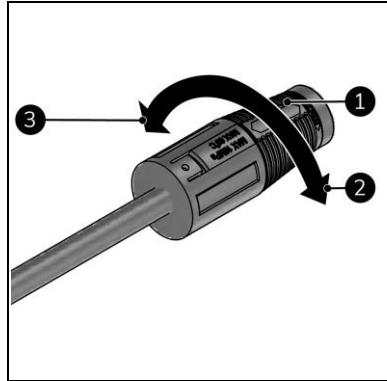

Abbildung 17
3. Drehen Sie den Düsenkopf (Abbildung 17, Pos. 1), um den Strahlwinkel zu verändern:
- für einen kleineren (stärkeren Strahl) im Uhrzeigersinn drehen (Abbildung 17, Pos. 2).
- für einen größeren (schwächeren Strahl) gegen den Uhrzeigersinn drehen (Abbildung 17, Pos. 1).